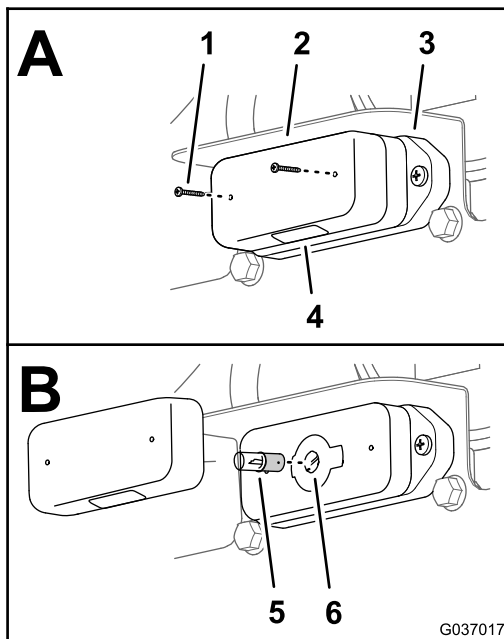

Bild 76
1. Entfernen Sie die beiden Schrauben, mit denen die Abdeckung der Nummernschildbeleuchtung befestigt ist, und nehmen Sie die Abdeckung ab (Kasten A von Bild 76).
2. Drücken Sie die Lampe nach innen und drehen Sie diese gegen den Uhrzeigersinn, bis sie aus dem Lampensockel entriegelt ist und entnommen werden kann (Kasten B von Bild 76).
3. Setzen Sie die neue Lampe in den Lampensockel ein (Kasten B von Bild 76).
4. Drücken Sie die Lampe nach innen und drehen Sie diese im Uhrzeigersinn, bis sie im Lampensockel arretiert (Kasten B von Bild 76).
5. Setzen Sie die Abdeckung mit dem Halter der Nummernschildbeleuchtung auf, die Linse muss dabei nach unten zeigen (Kasten B von Bild 76).